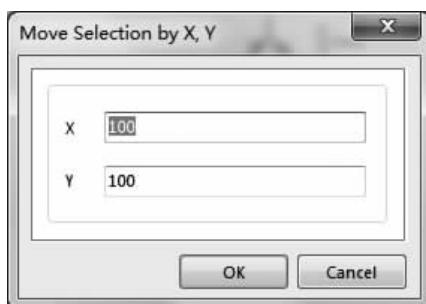

图 2-40 “Move Selection by X, Y”对话框
- “Move Selection by X, Y...”命令:选取需要移动的元件,执行“Edit”→“Move”→“Move Selection by X, Y...”命令,弹出如图 2-40 所示的“Move Selection by X, Y”对话框,在“X”和“Y”文本框中输入元件移动的距离。